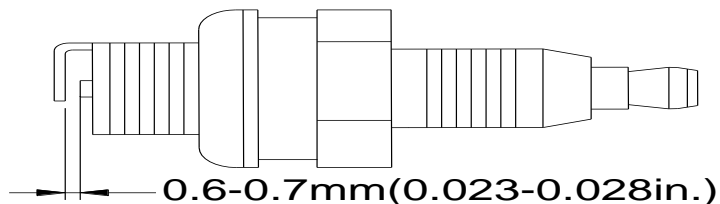

Рис. 16
- Искровой промежуток составляет 0.6-0.7 мм. (0.023 дюйма - 0.028 дюйма) См. Рис. 16.